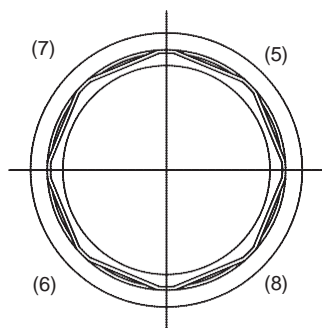

FIGURA 2
b. "Divida a diferença" entre esses (4) pontos e empurre o anel "O" para dentro da ranhura, conforme mostrado na Figura 2.